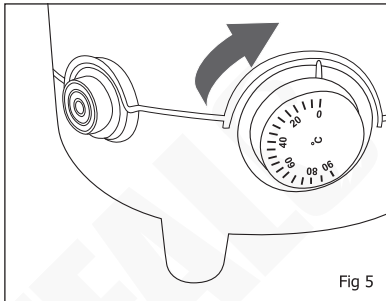

Fig 5
- Réglez le thermostat à la température voulue (Fig. 5).